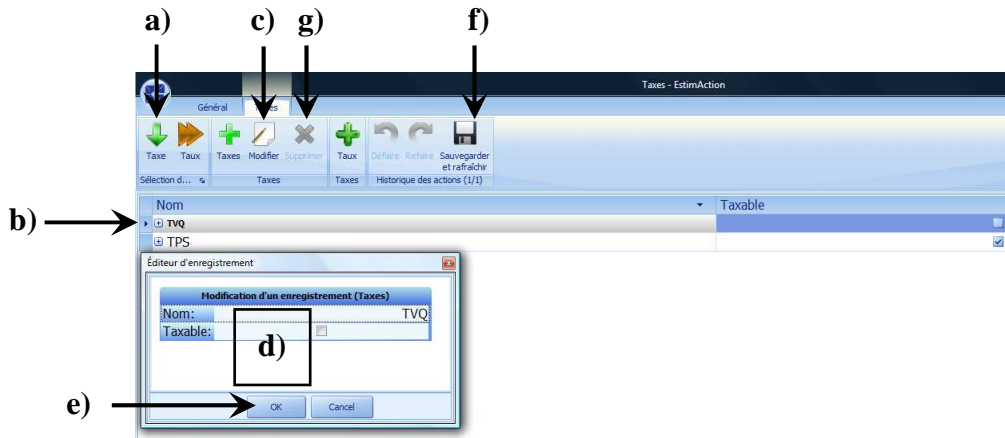

Figure 6.1.2 : Modifier une taxe
6.1.3 Supprimer une taxe (Figure 6.1.2)